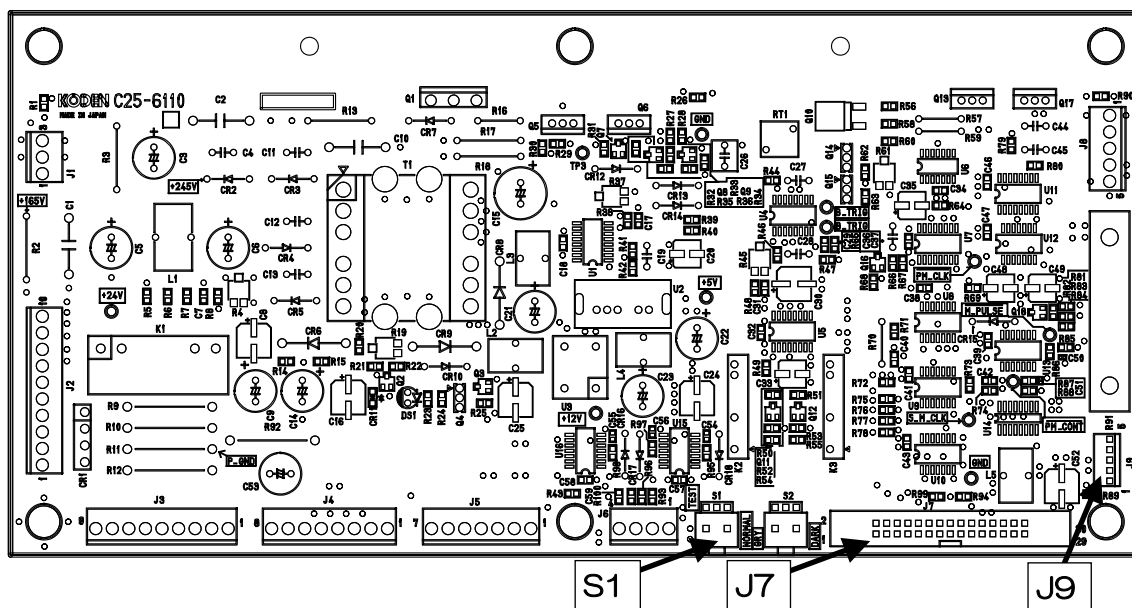

図 4.20 C25-6110 S1、J7、J9 配置説明図
2. C25-6110 S1 スイッチを<TEST>側に倒してください。(図 4.20 参照)